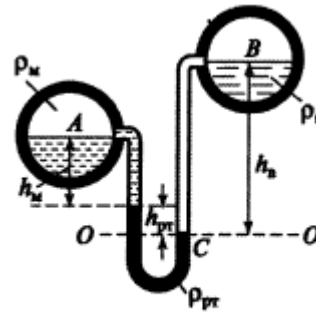

Рис. 2.1
- 2) Два горизонтальных цилиндрических трубопровода А и В содержат соответственно минеральное масло плотностью 900 кг/м^3 и воду плотностью 1000 кг/м^3 . Высоты жидкостей, представленные на рис. 2.1, имеют следующие значения: $h_m=0,2$ м; $h_{pm}=0,4$ м; $h_g=0,9$ м. Зная, что гидростатическое давление на оси в трубопроводе А равно $0,6 \cdot 10^5$ Па, определить давление на оси трубопровода В.